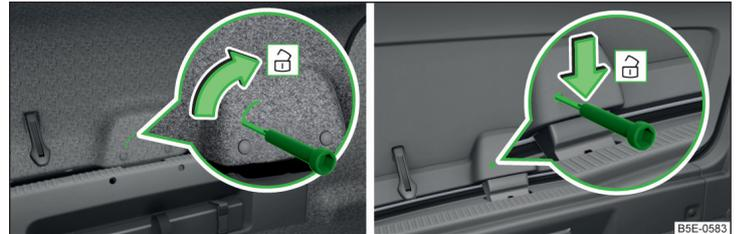

Abb. 227 Gepäckraumklappe entriegeln: Variante 1 / Variante 2
- › In die Aussparung bzw. Öffnung in der Verkleidung » Abb. 227 einen Schraubendreher oder ein ähnliches Werkzeug bis zum Anschlag einführen.